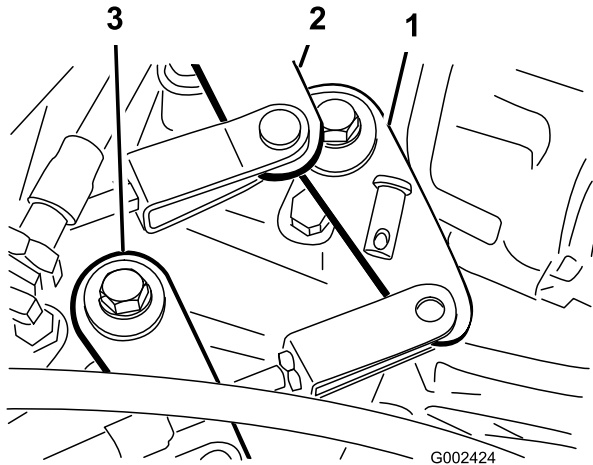

図 50
- シフトケーブルをトランスアクスルのシフトアームに固定しているクレビスピンを取る (図 50)。